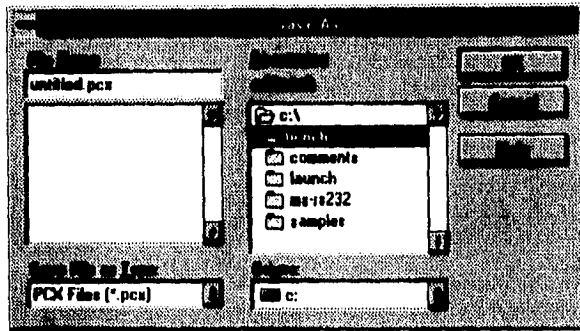

Figura 4.39
1. Seleccionar File/Save as... El cuadro de diálogo SAVE AS que se muestra en la Figura 4.39 será desplegado.